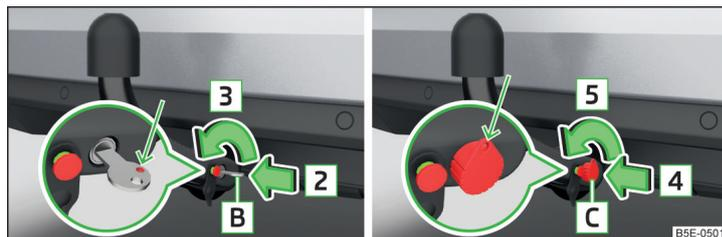

Abb. 187 Schloss entriegeln: Schlüsselvariante 1 / Schlüsselvariante 2
- › Den Schlüssel **B** in Pfeilrichtung **3** drehen, sodass dessen rote Markierung nach oben zeigt » Abb. 187.
- › Den Schlüssel **C** in Pfeilrichtung **5** drehen, sodass die Schlüsselöse nach oben zeigt » Abb. 187.